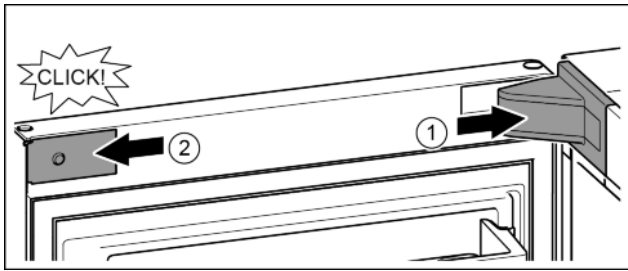

Fig. 24
- ▶ Uzlieciet un nofiksējiet gultna balsta pārsegu, ja nepieciešams, uzmanīgi atspiediet. Fig. 24 (1)
- ▶ Sānos pielieciet un nofiksējiet aizsegu. Fig. 24 (2)